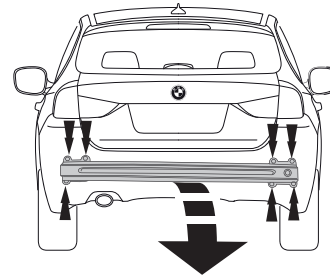

Fig.1
2. Снять бампер вместе со стальным буферным брусом автомобиля буферный брус больше не понадобится. См. рисунок 1.
9. Замените элемент, снятый на шаге 1 и 2, кроме стального бампера. (см. рис. 1+1а).